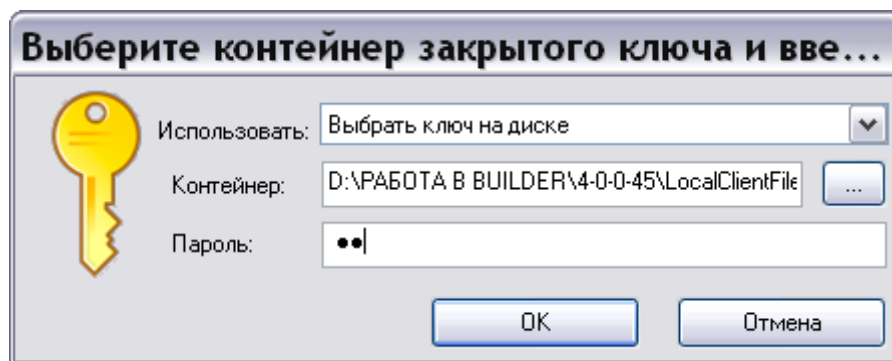

Рис. 19.12
5. Если выбрана усиленная подпись, то в появившемся окне добавьте файл контейнера и введите пароль (Рис. 19.12). В примере показан вариант с локальным файлом контейнера.